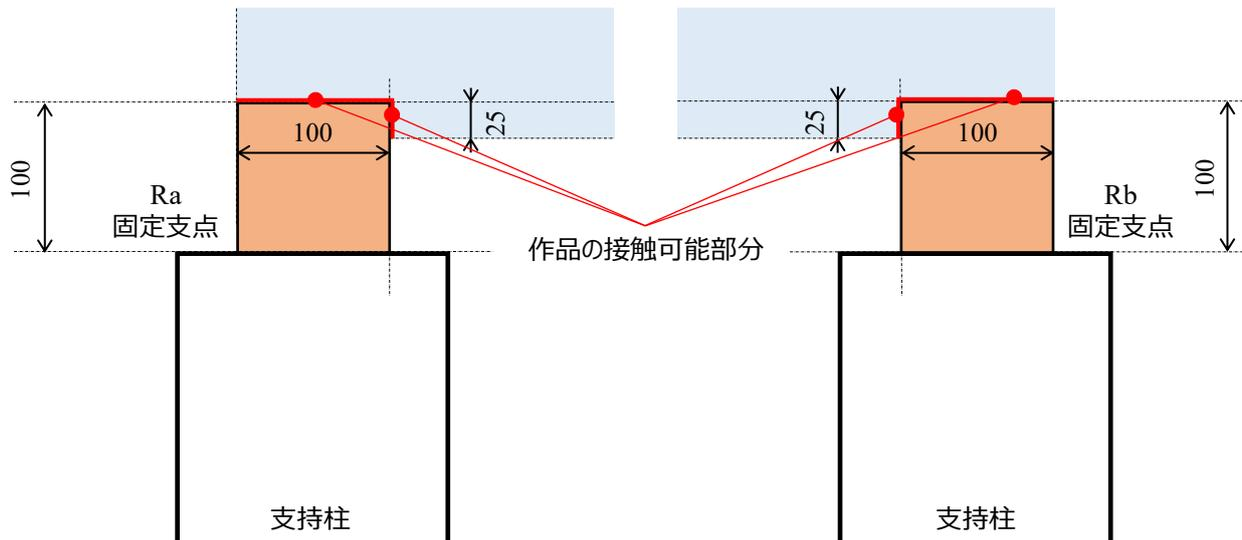

図3 Ra, Rb 支点付近詳細図 [S=1/5]
⑤ 支持条件
- ・ 図 1 および図 3 に示す支点 Ra および支点 Rb の支持条件は、水平方向の移動が固定された支持である。作品を載荷台に設置する際に製作物が支点と接することができるのは、図 3 に示す両面支持部の水平方向 100mm、鉛直方向 25mm 以内のみとする。
⑥ 載荷条件